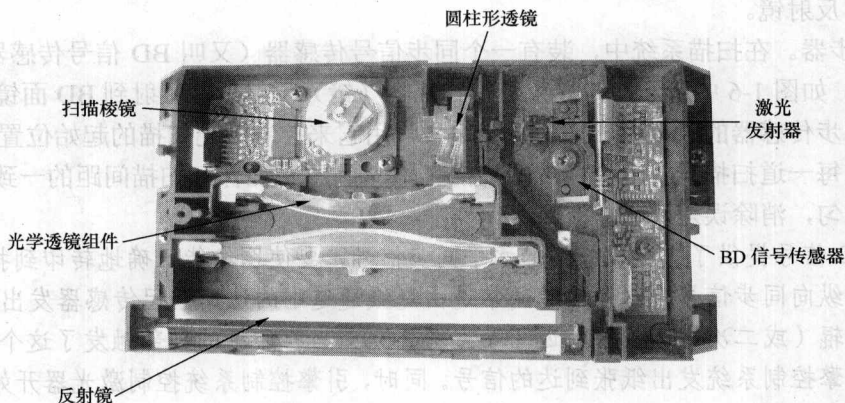
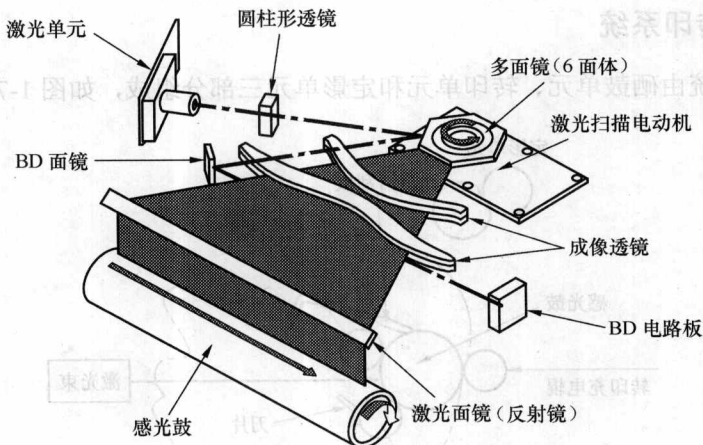

图 1-5 激光/扫描系统结构图
图 1-6 激光/扫描系统工作示意图
激光/扫描系统的主要作用是产生激光束，在 OPC（感光鼓）表面曝光，形成静电潜像。如图 1-5 所示，激光/扫描系统主要由激光发射器、扫描器、光学组件以及同步器等部分组成。其系统工作示意图如图 1-6 所示。
③ 光学组件。为使扫描器反射产生的激光束，聚集形成规定大小的光点，消除光束传播过程中的漫射，需要用一组光学透镜对光束进行调制，提高扫描精度。它包括：弧面透镜、球面透镜、反射镜。
④ 同步器。在扫描系统中，装有一个同步信号传感器（又叫 BD 信号传感器或 SOS 信号传感器）。如图 1-6 中所示，激光束经过扫描器（镜）反射后，照射到 BD 面镜，由 BD 面镜反射到同步传感器的吸收窗转换为同步信号，用它来控制激光扫描的起始位置（使棱镜的每一个面即每一道扫描线有一个标准的扫描起始位置），从而保证扫描间距的一致，使扫描电动机转速均匀，消除误差。